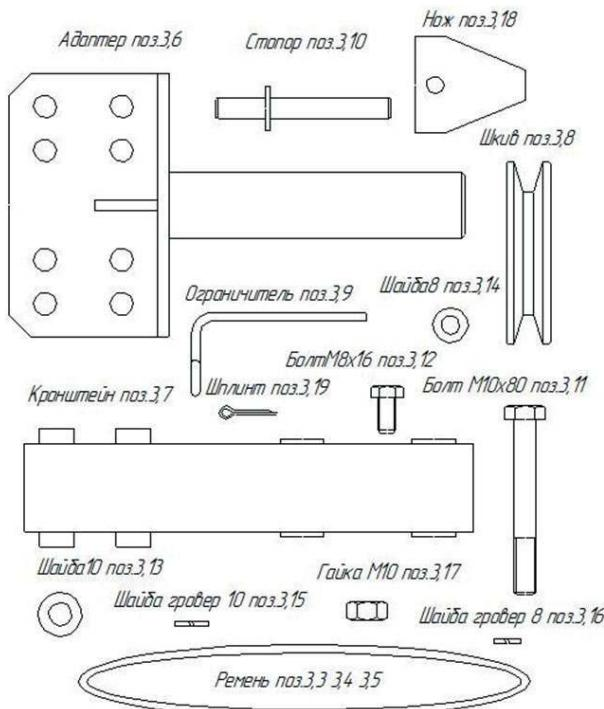
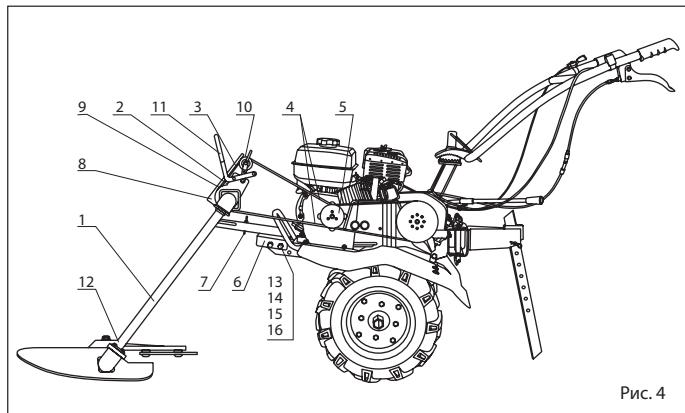

Рис.3
Рис. 4
- Установить адаптер п.6 (Рис. 4) на раму мотоблока так, чтобы высота штыря от поверхности при горизонтальном положе-
- Установить косилку п.1 на штырь адаптера п.6 (Рис. 4) и зафиксировать стопором п.7.
- а) ручки шкива косилки п.9 (Рис. 4) шкива натяжного устройства п.10, шкива мотоблока п.5 должны лежать в одной плоскости;
- б) при включенном натяжном устройстве п.2 (Рис. 4) рычаг натяжного устройства п.11 должен находиться в верхнем рабочем положении. Прогиб ремня на большом плече (сторона противоположное ролику) должна быть 30...40 мм при нажатии усилием 3...5 кг/с. Регулировать перемещение косилки п.1 (Рис. 4) относительно штыря адаптора п.6 установленного на мотоблоке;
- в) при включенном натяжном устройстве п.2 (Рис. 4) установить ограничители п.4 так, чтобы ограничители не касались ремня п.3 на 2..3 мм. При выключении натяжного устройства п.2 диски косилки п.13 не должны вращаться при работающем двигателе мотоблока.
- На мотоблоке поменять крайний шкив п.5 (Рис.4) с профилем «Б» и установить шкив п.3,8 (Рис.3) с комплекта поставки.
- Установить на мотоблок кронштейн п. 3.7 (Рис.3) и закрепить двумя болтами M10x80, с шайбами гровер 10, гайками M10.
- Установить адаптер п.6 (Рис. 4) на кронштейн п.3,7 (Рис.3) установленного на мотоблоке так, чтобы высота штыря от поверхности при горизонтальном положении мотоблока была 450 мм и закрепить двумя болтами п.13, с шайбами п.14, с шайбами гровер п.15 и гайками п.16.